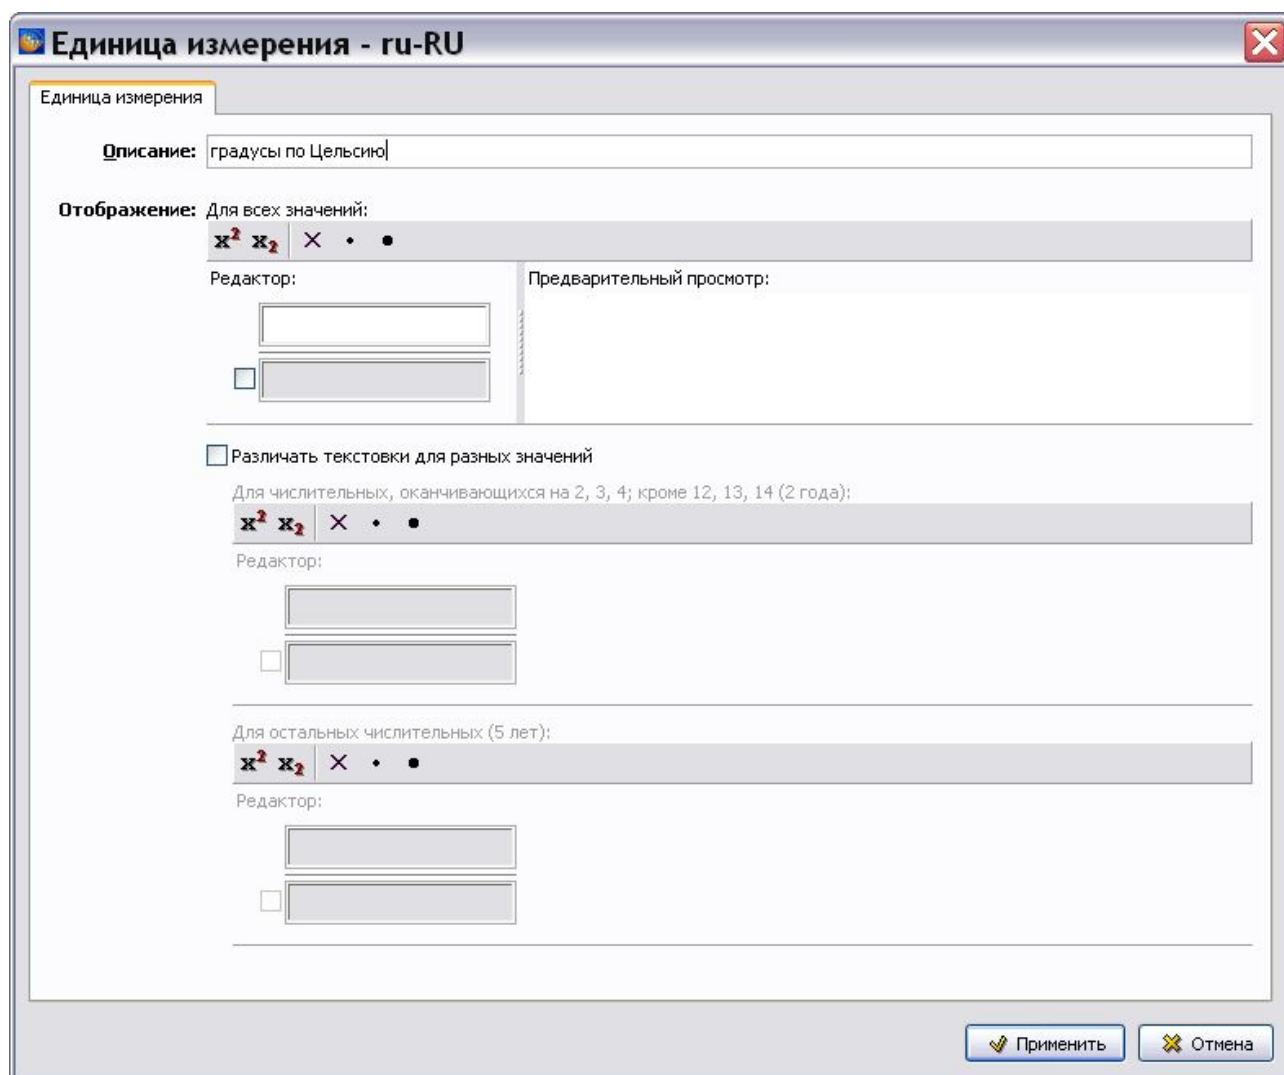

Рис. 2.114
2. Щелкните по выделенной строке два раза левой кнопкой мыши. После этого появится окно **Единица измерения – ru-RU** (Рис. 2.114).